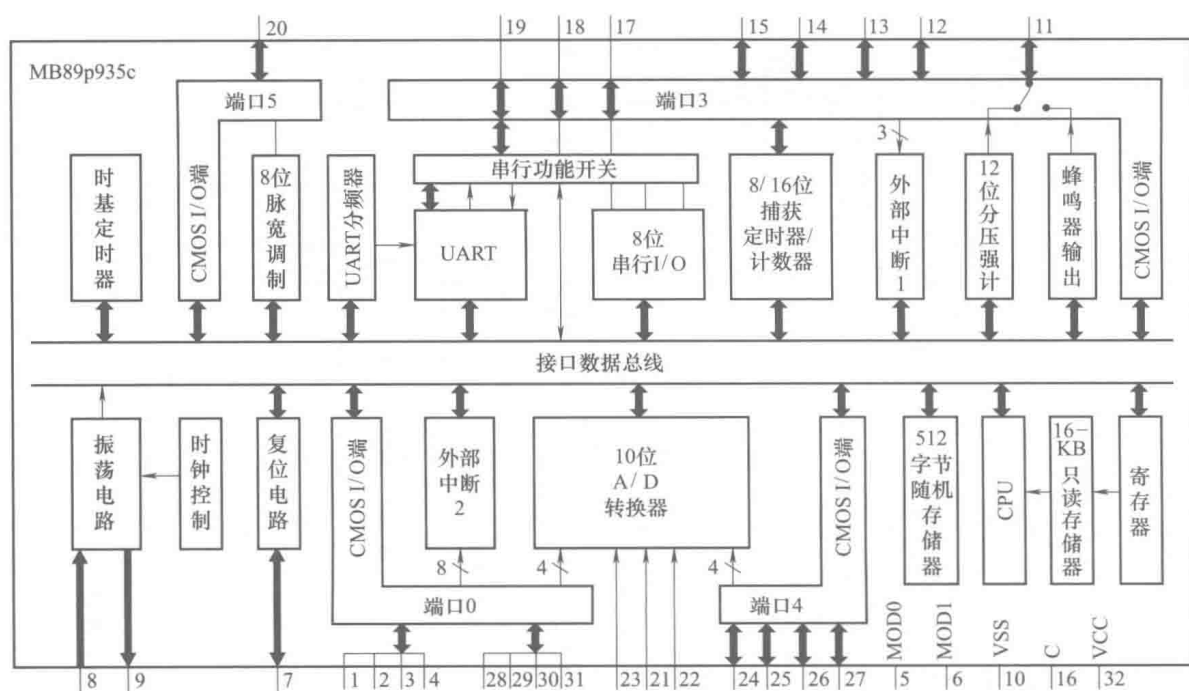

图 1-8 MB89p935c 内部方框组成图
① 微控制器 IC₁ (E912) 为微控制器, 又称单片机, 是控制板电路中的核心器件。其表面标注的 E912 为版本号, 其原型号为 MB89p935c, 其内部方框组成如图 1-8 所示, 引脚功能如表 1-1 所示。微控制器主要用于完成整机的各项控制功能。
② 存储器 IC₂ (30E7) 为存储器, 其原型号为 24C01A, 主要用于储存版本数据, 以实现各种功能控制。其引脚功能如表 1-2 所示。